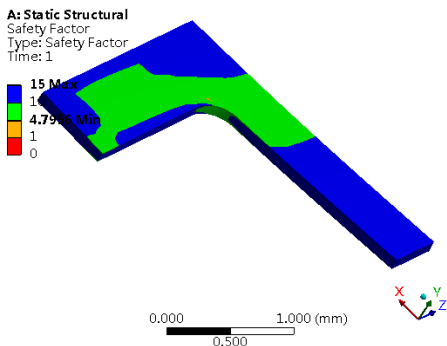

图 26-34 安全系数云图
11) 在 Outline 树结构图中的“Safety Factor”上右击，在弹出的快捷菜单中选择“Evaluate All Results”，此时进行求解，求解后得到的安全系数云图如图 26-34 所示。在得到的细节窗口中，单击“Results”→“Minimum”前的框，使其出现“P”字，代表将其设置为参数，如图 26-35 所示。